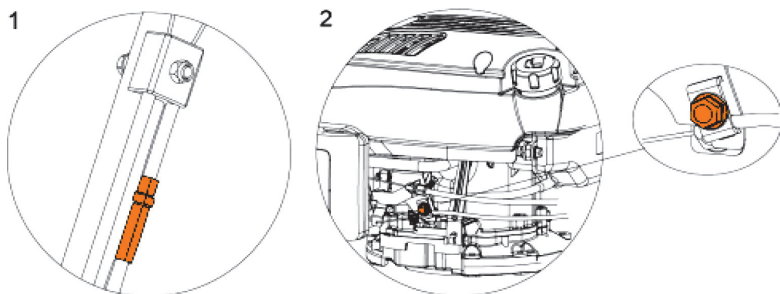

Рис. 9
1. Регулировка натяжения троса включения привода хода осуществляется путем вращения регулировочной гайки. По часовой стрелке (ослабление) или против часовой стрелки (подтягивание). После регулировки натяжения зафиксируйте контргайкой (Рис. 9).
Газонокосилка снабжена системой центральной регулировки высоты скашивания. Отклоните рычаг ❶ в направлении от зацепления и установите в требуемое положение (Рис. 9).